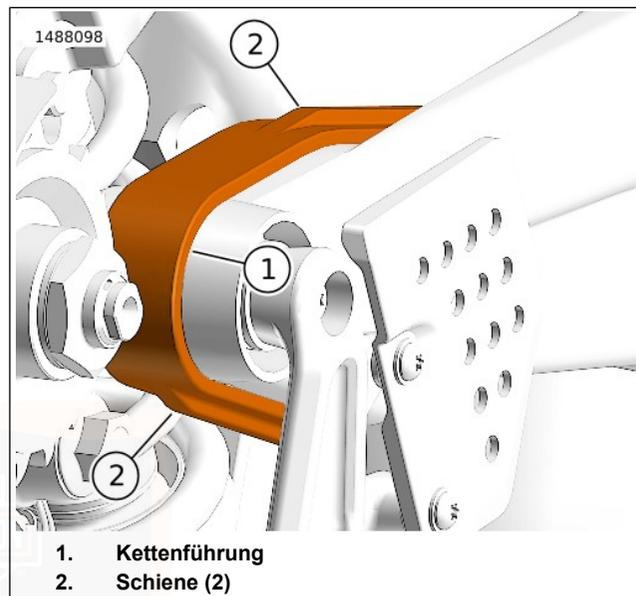

Abbildung 63. Kettenführungsschienen
Siehe Abbildung 63. Die Kettenführung (1) und Schiene (2) prüfen auf: